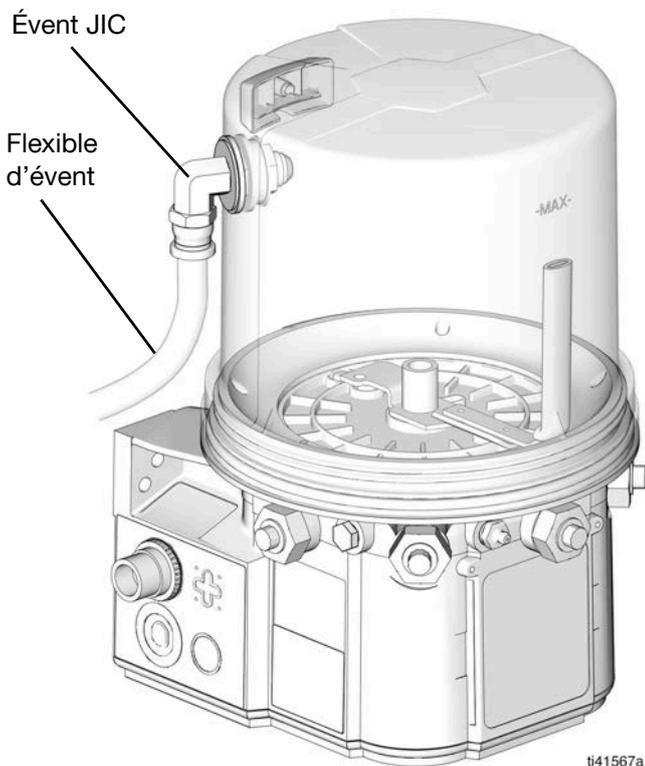

FIG. 19
**REMARQUE :** L'évent JIC et le flexible d'évent, s'ils sont fixés, ne doivent pas être utilisés comme orifice/indicateur de trop-plein (FIG. 19).